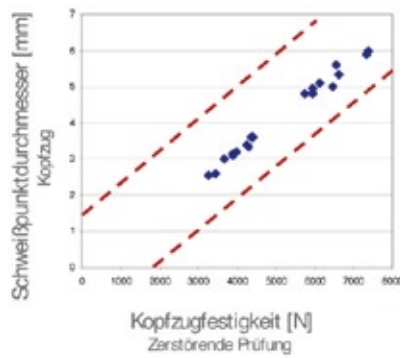
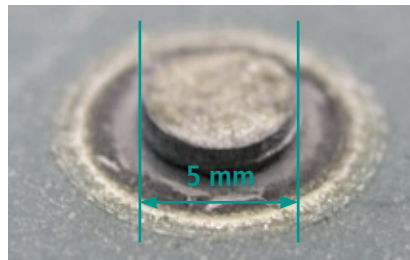

Abb. 12: Korrelation zwischen Zugfestigkeit und Schweißpunktdurchmesser
Abb. 13: Durch Kopfzug erzeugter Butzen einer Probeschweißung
- Parallel dazu kann der Durchmesser des nach dem Kopfzug entstandenen Butzens (Abb. 13) wie bisher gemessen und ggf. als sekundärer Kalibrierwert verwendet werden. Dieser parallele Weg ist für einen zeitlich begrenzten Rahmen des Übergangs von der heute gängigen zerstörenden Prüfung bis zur finalen Einführung der Kopfzugprüfung sinnvoll.
Erste Versuche haben den Nachweis erbracht, dass die Festigkeit der Verbindung [N] bei einer Zerreißprüfung direkt mit dem Durchmesser der Anbindung korreliert (Abb. 12). Der im Kopfzug erzeugte Butzen hat eine relativ homogene Form. Sie lässt sich mit herkömmlichen Messgeräten, z.B. einem Messschieber leicht und mit sehr geringer Messunsicherheit vermessen (Abb. 13).